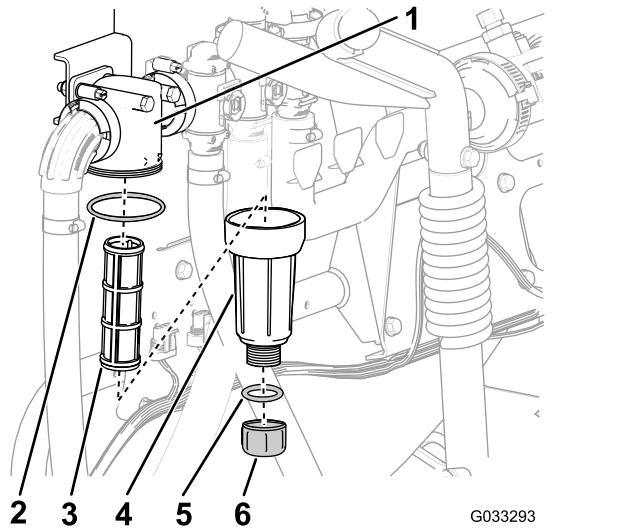

图55
2. 在压力式滤清器下放置一个排放盘（图55）。
3. 逆时针旋转排油塞，然后将其从压力式滤清器的油碗中取出（图55）。
4. 逆时针旋转油碗，然后将其从滤清器头中拿出（图55）。
5. 拆下旧压力式滤清器的滤芯（图55）。
6. 检查排油塞的O形圈（在油碗内侧）和油碗的O形圈（在滤清器头内侧）是否有磨损和损坏（图55）。
7. 将新的压力式滤清器滤芯安装到滤清器头中（图55）。
8. 将油碗安装到滤头上，并用手紧固（图55）。
9. 将排油塞安装到油碗上，并用手紧固（图55）。